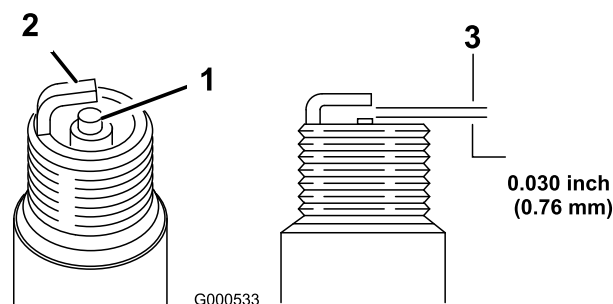

Figure 42
1. Examinez le centre des bougies (Figure 42).
2. Contrôlez l'écartement entre les électrodes centrale et latérale (Figure 42) et pliez l'électrode latérale si l'écartement est incorrect.
3. Rebranchez le fil de la ou des bougies (Figure 42).